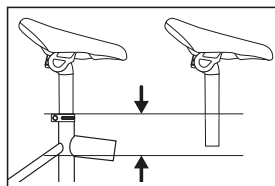

Fig. 3: hauteur de la selle/
- ↳ Veillez à ce que la hauteur de la selle soit correcte et respectez la profondeur d'insertion minimale de la tige lorsque vous la réglez (Voir Fig. 3). Un repère situé sur la tige de selle permet de l'identifier.